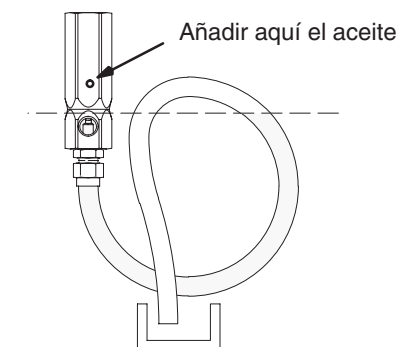

Fig. 1
- Cuando se utilicen materiales que sufren un proceso de curación cuando son expuestos al aire, añada un lazo en la tubería de descarga y rellene con aceite compatible para evitar que la tubería de descarga se obstruya después de aliviar la presión. Vea la Fig. 1. No conecte la tubería de descarga al depósito de suministro para evitar la contaminación del aceite. Añada también aceite compatible a través del orificio de la tapa para evitar que la aguja/junta sufran un proceso de curación en el caso de que se produzca un escape de fluido.